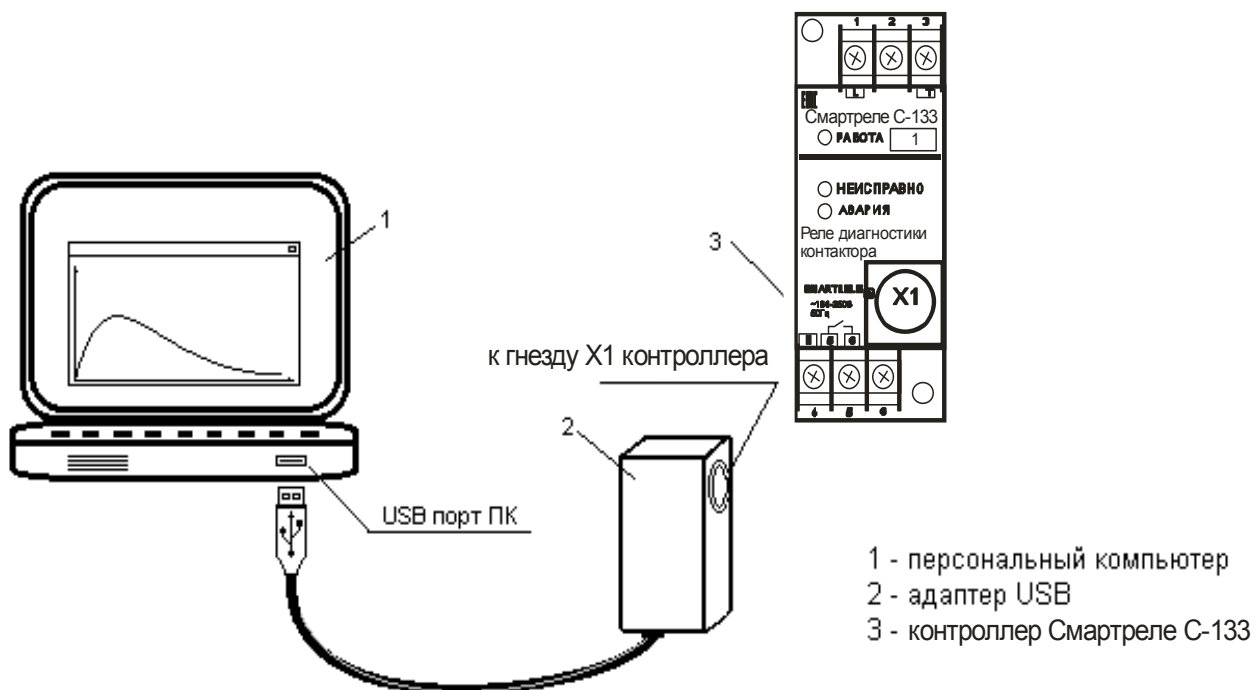

Рисунок 3 – подключение СМАРТРЕЛЕ C-133 к ПК с помощью адаптера USB
2.3.1 Регулировка уставок реле может быть выполнена с помощью персонального компьютера через Адаптер USB ЮИПН 203127.001 (рис.3, изготавливается и поставляется отдельно по требованию заказчика).